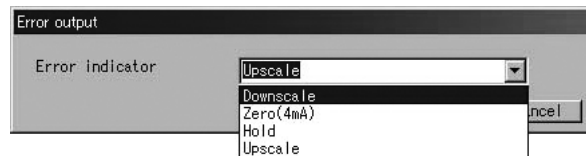

図34
- ③ 図34のように、右側の矢印をクリックしてドロップダウンリストの中から設定する出力レベルを選択してください。